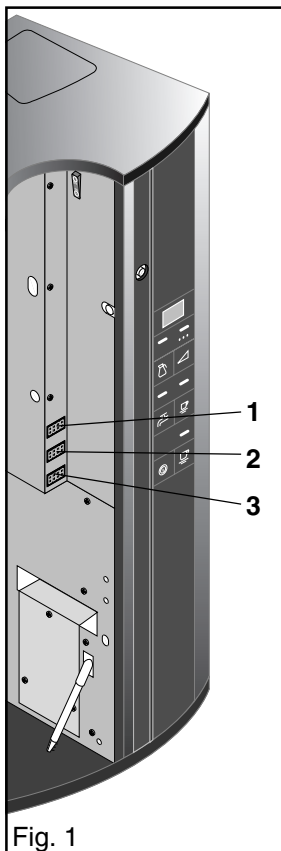

Fig. 1
Het kop op het koppen plateau (1) zetten (fig. 1).
- Op iedere teller kan het totale aantal uitgegeven dranken worden afgelezen (fig.1) bijv.:
- Teller voor koffie of thee (1) of totaal-teller (1)
- Teller voor mokka (2)
- Teller voor water (3)